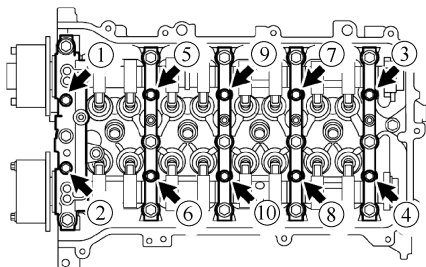

图 1-198 拆下轴承盖螺栓
① 检查凸轮轴正时齿轮锁止。
② 松开锁销。
③ 握住凸轮轴的六角部分, 拆下凸缘螺栓, 然后拆下凸轮轴正时齿轮总成。
① 按图 1-198 中数字所示的顺序, 均匀松开并拆下 10 个轴承盖螺栓。